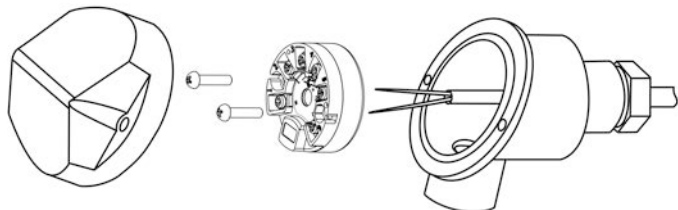

Рисунок 6.1 – Монтаж преобразователя в коммутационной головке первичного датчика
6.2 Установка преобразователя осуществляется в коммутационную головку формы В по DIN 43729 (металлический корпус, степень IP не ниже 66), см. рисунок 6.1.